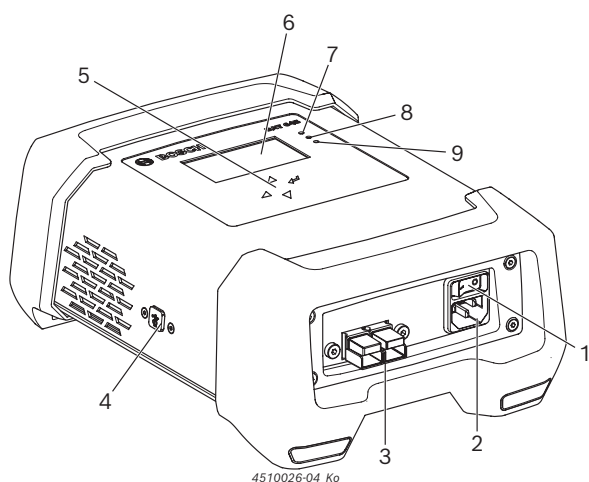

Рис. 1: Вид спереди BAT 645
2. Включить BAT 645 выключателем вкл./выкл. (рис. 1, поз. 1).
- ⇒ Красный светодиод (рис. 1, поз. 7) горит при подключенной или мигает при неподключенной аккумуляторной батарее.